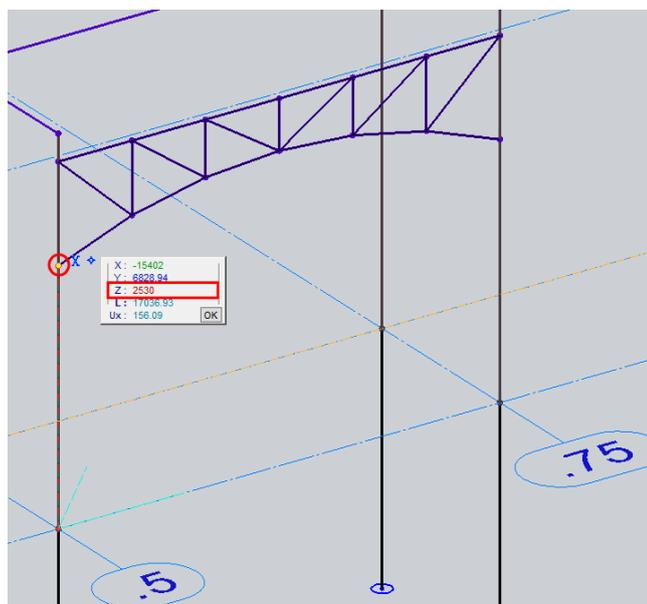

Рис.15.25. Позиция 1
- Разместите две фермы как показано на рис.15.25, 15.26 на высоте 2530 от уровня этажа.